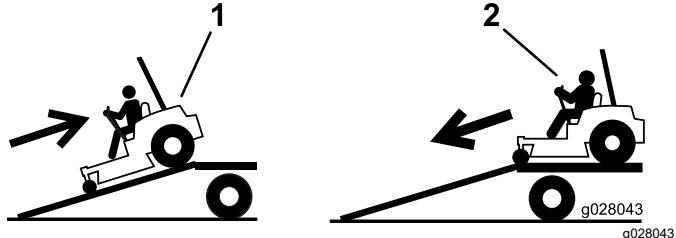

Figura 35
4. Risalite in retromarcia la rampa (Figura 35).
2. Scendete dalla rampa in marcia avanti (Figura 35).